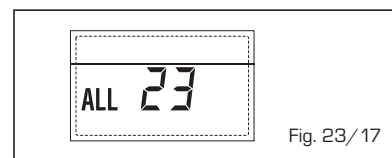

Fig. 23/17
– **ANOMALÍA Sonda DEL COLECTOR SOLAR (S1) “ALL 24” (fig. 23/18)**